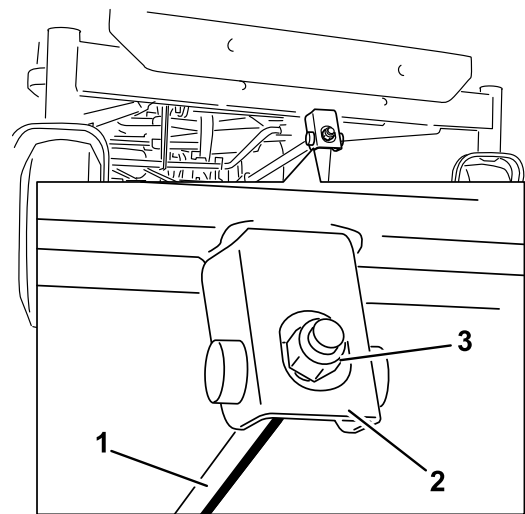

Figura 72
1. Rode a porca de ajuste na frente do cortador (**Figura 72**).